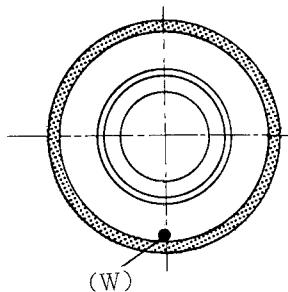

図1-27
(3) 砥石の重心（一番重い点）を見つける。
- ① 砥石にアンバランスがある場合、砥石は左右いずれかの方向に回転します。そして砥石の最も重い点が真下にくる状態で、砥石は静止する。この時、砥石の重心(W)は真下にあることになる。この点にチョークなどで印をつける(図1-27)。